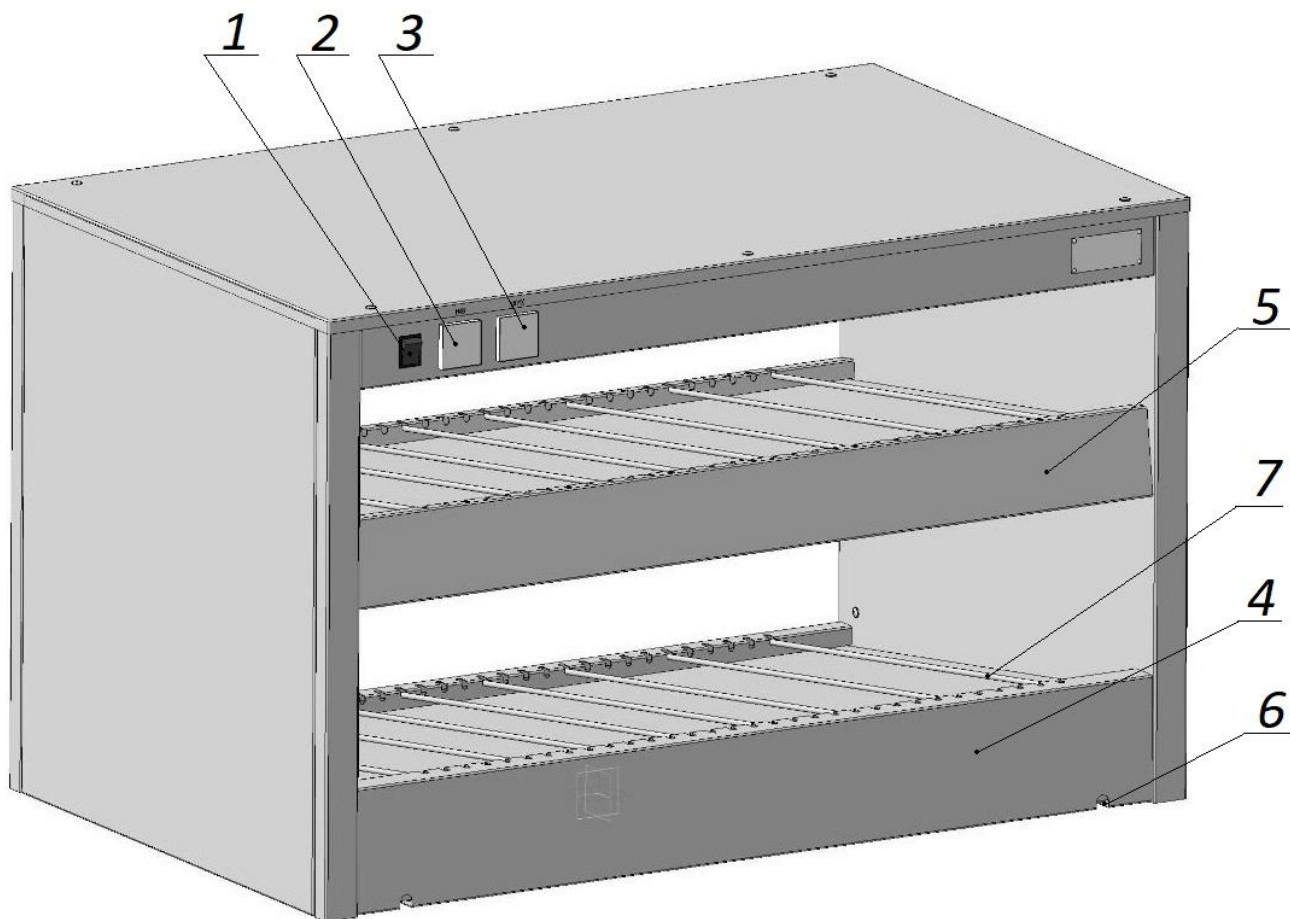

Рисунок 1 – Витрина тепловая:
- 2) Включить нагрев, нажав кнопку поз.1 рисунок 1 на панели управления (положение I).